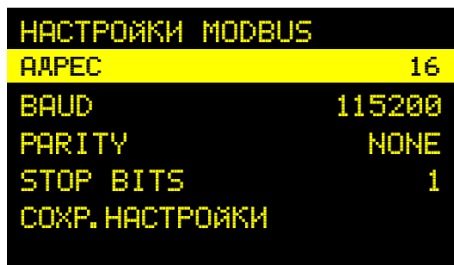

Рисунок 16 - Настройки MODBUS
2.4.3.2 В подразделе «НАСТРОЙКИ MODBUS» производится изменение значений пунктов: АДРЕС (сетевой адрес контроллера), BAUD (скорость в бит/с: от 1200 до 115200), PARITY (бит чётности: допустимые значения EVEN, NONE, ODD), STOP BITS (параметр связи: допустимые значения от 1 до 2) (см. рисунок 16).